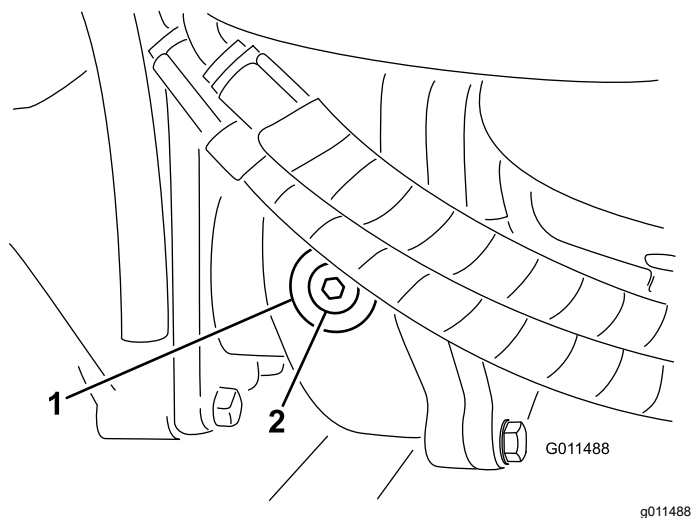

Bild 107
- Entfernen Sie die Prüf-/Füllschraube an der linken Getriebeseite und stellen sicher, dass das Öl die Unterseite des Lochs erreicht (**Bild 107**).